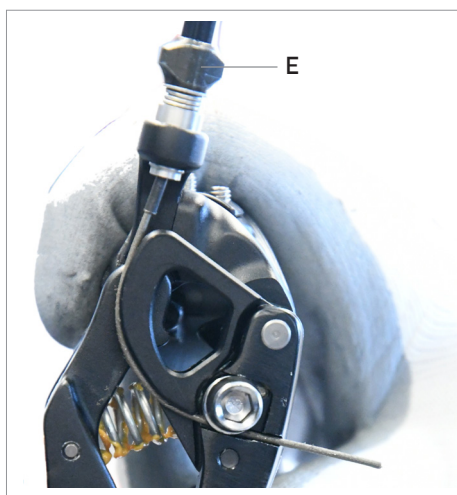

Fig.22
- Agite sul registro tensione cavo (E - Fig. 22), fino ad avere un allineamento perfetto tra la mezziera della rotellina superiore e la mezziera del 5° pignone.
- Se la centratura tra la mezziera rotellina e la mezziera del 5° pignone non fosse perfetta: girate in senso antiorario il registro (E - Fig. 22) per spostare il cambio verso l'interno o girate in senso orario per spostare il cambio verso l'esterno.